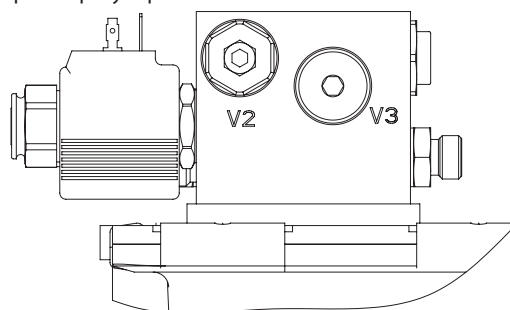

Рис. 5.
- Полностью закройте клапан **V2** (рис. 5) регулировки давления срабатывания аппарели, предварительно ослабив контргайку и последующим поворотом регулировочного винта клапана по часовой стрелке до упора.
- Отрегулируйте момент начала открывания аппарели. Для этого открывайте клапан **V2** (рис. 5) регулировки давления срабатывания аппарели, предварительно ослабив контргайку путем поворота регулировочного винта клапана против часовой стрелки до упора.